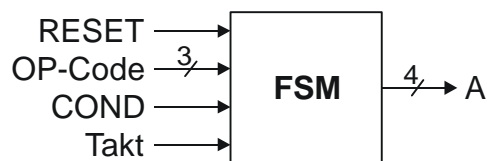

Abbildung 3.1: Blockschaltbild einer FSM als Bestandteil eines Mikrosequencers
Das Steuerwerk stellt ein wichtiges Kernstück eines jeden Mikrorechners dar. Im Folgenden wird ein Ausschnitt aus einer Mikrosequencer-Steuerung als Teil des Steuerwerks in Form eines endlichen Automaten (FSM) betrachtet. Abbildung 3.1 zeigt das Blockschaltbild einer solchen FSM. Die FSM bildet den Befehlscode (OP-Code) auf eine Folge von Zuständen (A) ab. Außerdem sind Eingänge für den Takt, für eine Bedingung (COND) sowie zum Rücksetzen (RESET) vorhanden.